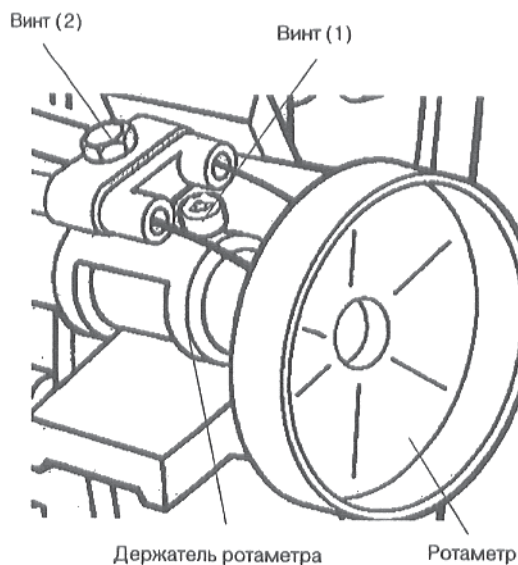

Рис.12
- Ослабить винт (1) держателя ротаметра (рис. 12).
- Ослабить винт (2) держателя электродов зажигания (рис. 12). Теперь можно при необходимости осуществить замену электродов зажигания.